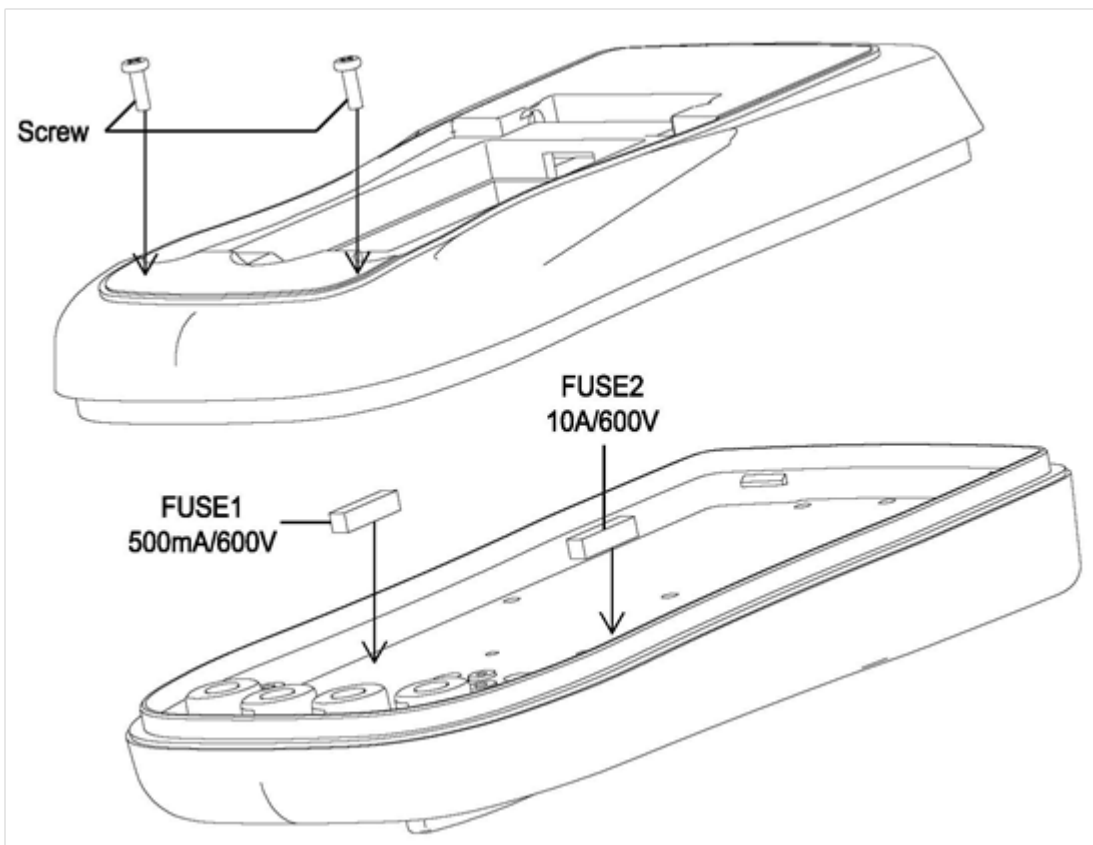

Abbildung 1.2
- 4) Ersetzen Sie die alte Sicherung durch eine Sicherung desselben Typs und derselben Nennleistung: 1032-F500mA/600V oder 1032-F10A/600V (siehe Abbildung 1.2).